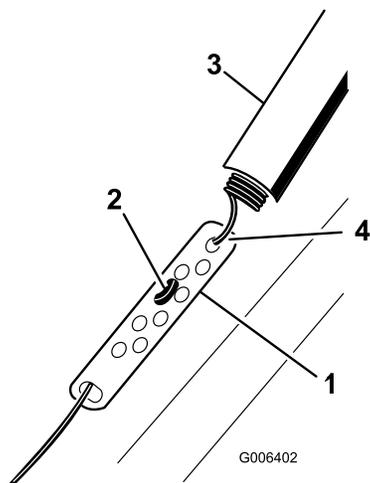

Рисунок 18
1. Сдвиньте вверх крышку пружины и отсоедините пружину от регулировочного звена (Рисунок 18).
2. Передвиньте Z-образный фитинг к верхнему или нижнему отверстию в регулировочном звене по мере необходимости для того, чтобы получить зазор от 2 до 3 мм между штангой управления и рукояткой (Рисунок 18).